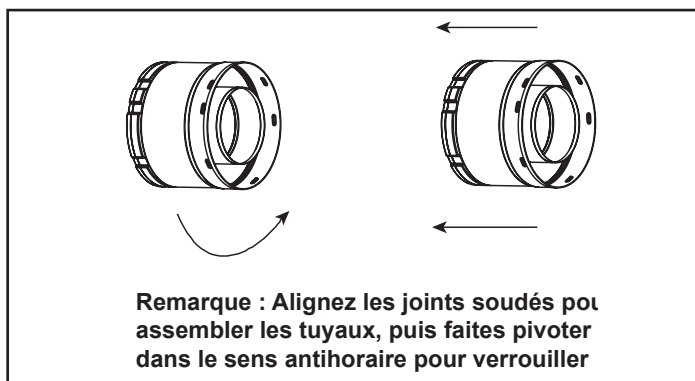

Figure 7.2 Ajout de composants au conduit d'évacuation
- Alignez le cordon du conduit et le cordon du collier pour permettre l'engagement. Faire tourner le composant de conduit d'évacuation pour le verrouiller en place. Utiliser cette procédure pour tous les composants de conduit d'évacuation. Voir la figure 7.2.